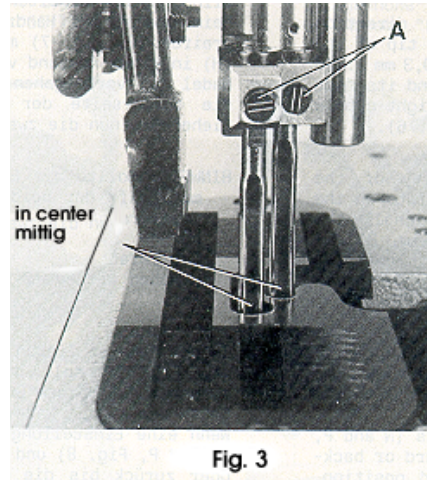
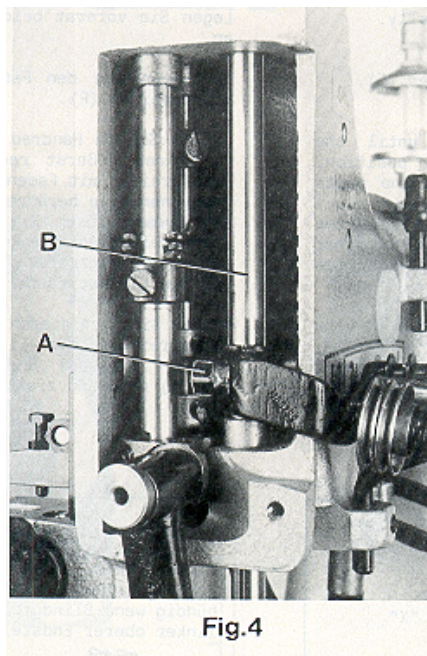

Fig. 3
Fig. 4
Before adjusting the machine insert a new set of needles with the shank as far as possible into the needle holder. The long groove of the needles must point to the front (towards the operator). Tighten the set screws (A, Fig. 3) on the tapered fastening flats of the needle shanks.
Remove the face cover and the finger guard left on the machine head as well as the upper feed dog and the presser foot. Rotate handwheel in operating direction and check if the needles center in the associated needle holes of the throat plate (see Fig. 3). If not loosen clamp screw (A, Fig. 4) in the needle bar connection and turn the needle bar (B) accordingly. Retighten screw (A).
If an adjustment is necessary loosen clamp screw (A, Fig. 4) in the needle bar connection and move the needle bar (B) up or down, as required. Care should be taken not to disturb the alignment of the needle bar when making this adjustment. Retighten clamp screw.
Setzen Sie vor dem Einstellen der Maschine einen Satz neuer Nadeln so ein, daß der Nadelkolben oben im Nadelhalter anstößt und die lange Rinne der Nadeln nach vorne (zur Bedienungsperson) zeigt. Ziehen Sie die Gewindestifte (A, Fig. 3) auf der konischen Befestigungsfläche am Nadelkolben fest.
Entfernen Sie den Abschlußdeckel und den Fingerschutz links am Maschinenkopf, sowie den Obertransporteur und den Drückerfuß. Drehen Sie das Handrad in Nährichtung und prüfen Sie, ob die Nadeln mittig in die zugehörigen Stichlöcher der Stichplatte einstecken (siehe Fig. 3). Wenn nicht, lösen Sie die Klemmschraube (A, Fig. 4) im Nadelstangenmitnehmer und drehen die Nadelstange (B) entsprechend. Ziehen Sie die Schraube (A) wieder an. **HINWEIS:** Zum Ausrichten der Nadelstange kann anstelle der Stichplatte die Testplatte Nr. 040 37006 0000 verwendet werden. Die Testplatte ist gegen zusätzliche Bestellung und Berechnung lieferbar.
Ist eine Einstellung notwendig, lösen Sie die Klemmschraube (A, Fig. 4) im Nadelstangenmitnehmer und schieben Sie die Nadelstange (B) entsprechend nach oben oder unten. Beachten Sie, daß bei dieser Einstellung die Ausrichtung der Nadelstange nicht verändert wird. Ziehen Sie die Klemmschraube wieder an.